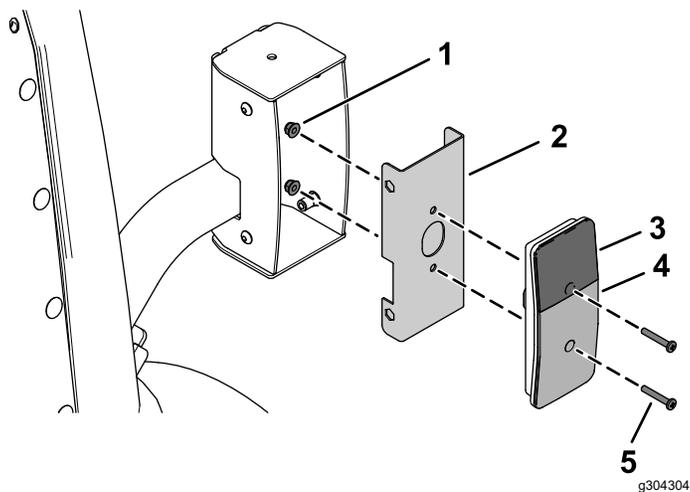
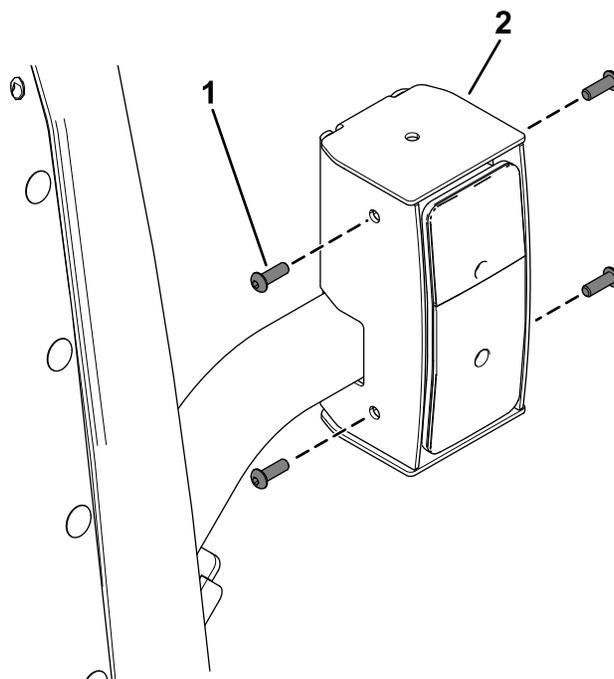

Figure 28
Figure 29
| <ol style="list-style-type: none"> 1. Acheminez le connecteur de faisceau étiqueté LH HEADLIGHT (P04) jusqu'au côté gauche de la machine (Figure 27). Connectez le faisceau au phare. 2. Acheminez le connecteur de faisceau étiqueté RH HEADLIGHT (P05) jusqu'au côté droit de la machine (Figure 27). Connectez le faisceau au phare. 3. Acheminez le connecteur de faisceau étiqueté LH REAR LIGHT (P01) jusqu'au côté arrière gauche de la machine (Figure 27). 4. Acheminez le connecteur de faisceau étiqueté RH REAR LIGHT (P02) jusqu'au côté arrière droit de la machine (Figure 27). | <ol style="list-style-type: none"> 5. Enroulez le reste du faisceau et fixez-le avec 2 attache-câbles sous l'avant de la plate-forme de l'utilisateur (Figure 27). 6. Fixez les feux arrière sur les supports intérieurs à l'aide de 4 vis à tête tronconique (n° 10 x 1¼ po) et 4 écrous à embase (n° 10), comme montré à la Figure 28. |
9. Fixez les feux arrière sur leurs boîtiers à l'aide de 8 boulons à tête ronde (¼ x ¾ po), comme montré à la Figure 29.
Veillez à monter les feux arrière avec le verre jaune en haut (Figure 28 et Figure 29).